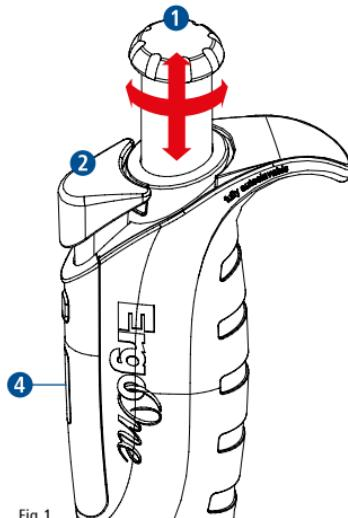

Fig.1
Suelte el bloqueo del ajuste del volumen tirando del botón de control ①; sonará un clic (Fig. 1). Girando el botón de control en el sentido de las agujas del reloj, se reduce el volumen de aspiración y aumenta cuando se gira en sentido inverso a las agujas del reloj. El volumen ajustado se muestra en el indicador de volumen de cuatro dígitos ④ en la perspectiva de arriba a abajo; la línea blanca indica el punto decimal. Aumentando el volumen, sobrepase el valor deseado por un tercio de giro. Después, bajélo despacio hasta el volumen deseado, fíjese que no sobrepase la marca. Tras finalizar el ajuste del volumen, se bloquea el botón de control ejerciendo presión hacia abajo; de nuevo sonará un clic. La pipeta ya está lista para funcionar.